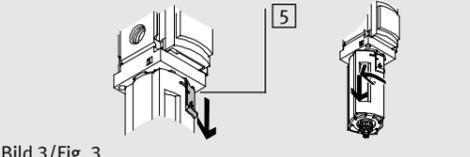

Bild 3/Fig. 3
4. Filterschale vom Gerät wegziehen (→ Bild 3).